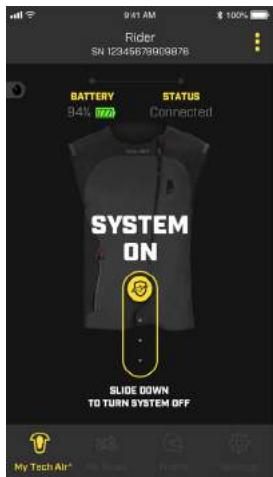

Abbildung 16
<p>1. Zugang zum Innenteil der Weste erreichen Sie durch Öffnen des Reißverschlusses und der Klettverschlüsse (Abbildung 11).</p>  <p>Abbildung 11</p> <p>PERMANENT LEUCHTENDE gelbe LED zeigt an, dass der Systemcheck nicht bestanden wurde. Die BLAUE LED leuchtet nicht PERMANENT und die LED-Anzeige (2) vibriert nicht zweimal.</p> <p>Die elektronische Steuereinheit (ECU) des Tech-Air® ist möglicherweise nicht korrekt in der ECU Tasche positioniert.</p>  <p>Abbildung 16</p>